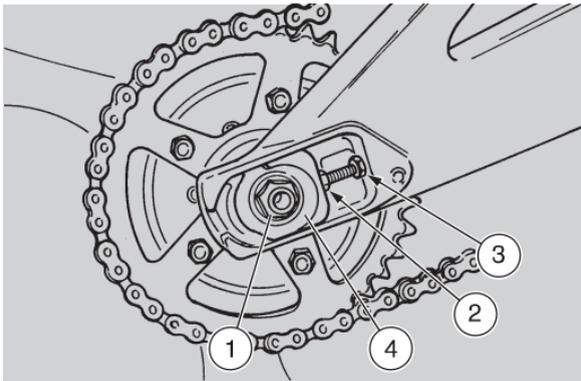
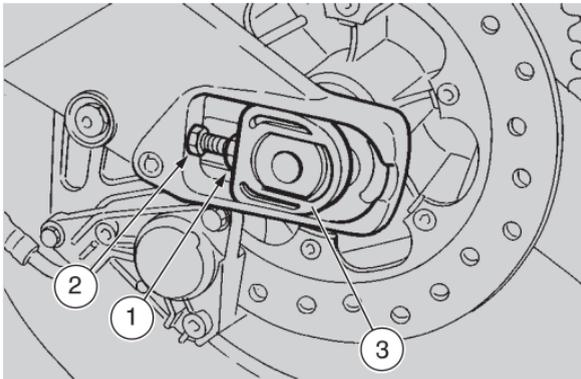

Abb. 32
Abb. 33
- die Befestigungsmutter des Hinterradzapfens lockern (1 - Abb. 32);
- die zwei Kontermuttern der rechten (2 - Abb. 32) und linken (1 - Abb. 33) Einstellschraube lockern, die sich in der Nähe des Radzapfens befinden;
- die rechte (3 - Abb. 32) bzw. linke Einstellschraube (2 - Abb. 33) einstellen: die Markierungen auf den Gabeln müssen beidseitig mit jenen der mobilen Plättchen übereinstimmen (4 - Abb. 32 - 3 - Abb. 33);